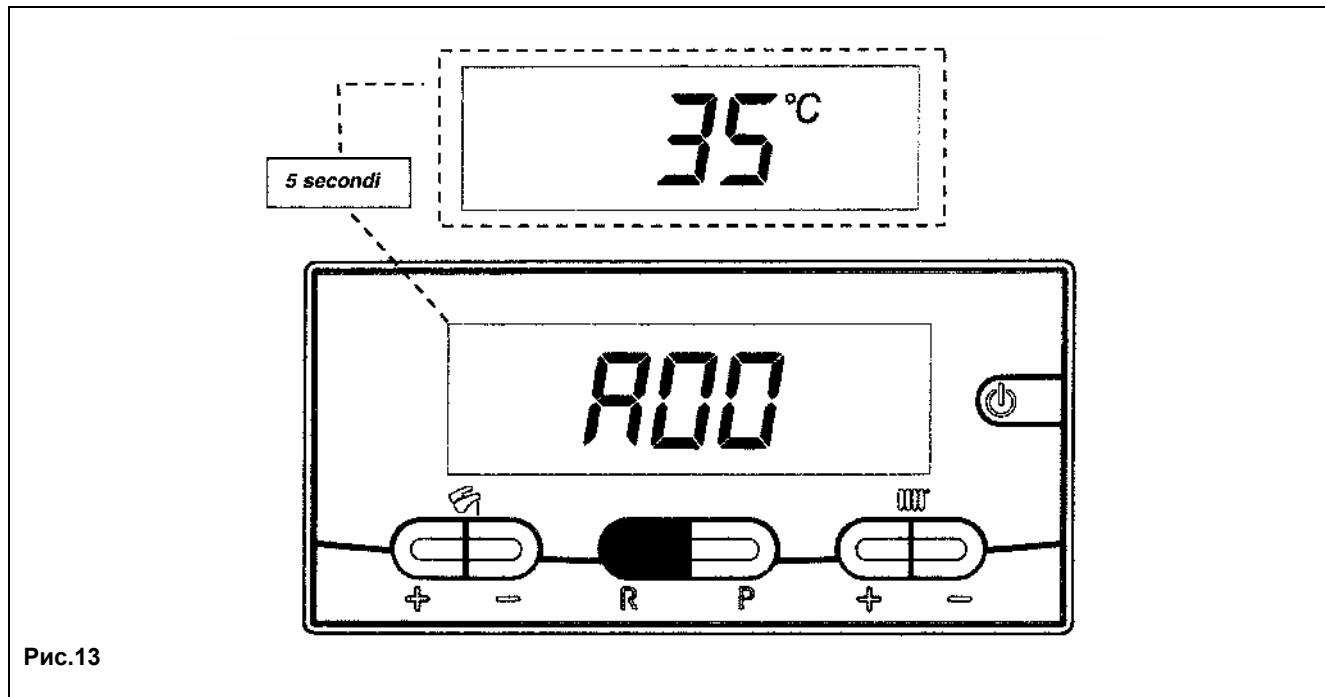

Рис.13
- Проверить динамическое входное давление газа (штуцер **Pa**, рис. 13). Номинальные давления: **20 мбар** для природного газа, **37 мбар** для пропана или **30 мбар** для бутана.
- Держать нажатой кнопку  $R$  не менее 6 сек. Когда функция активна, на дисплее появляется надпись «A00» (...«A07»), которая сменяется соответствующим значением (Рис.13):